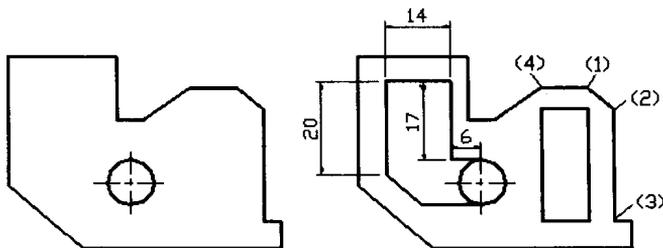

图1-10 使用平行捕捉及建立临时追踪点的方法画线
【练习1-10】： 打开附盘上的文件“1-10.dwg”，利用平行捕捉 (PAR) 及建立临时追踪点 (TT) 的方法将图 1-10 中的左图修改为右图。